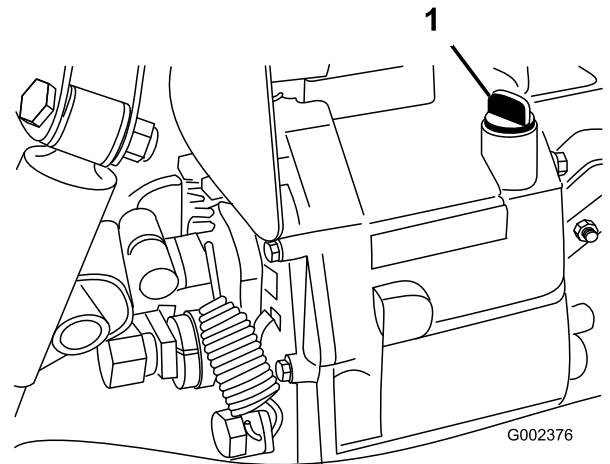

Figura 66
4. Limpie la zona alrededor de la varilla (Figura 66).